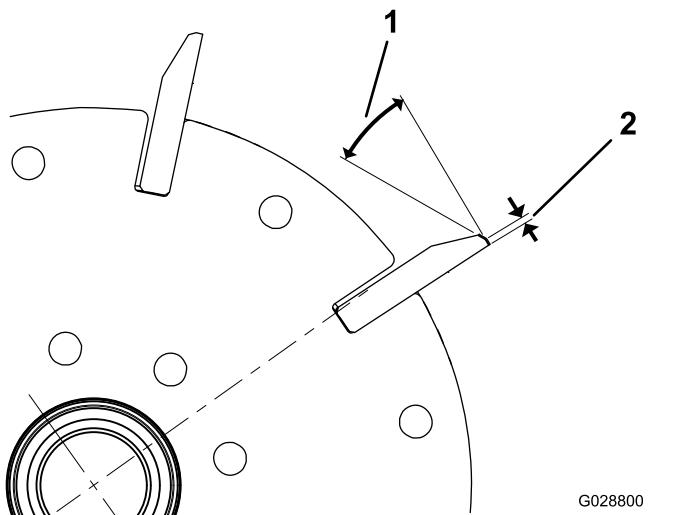

Figura 25
1. Afile todas las cuchillas con un rebajo de 30° hasta que la anchura de la superficie de incidencia sea de 1,3 mm (Figura 25).